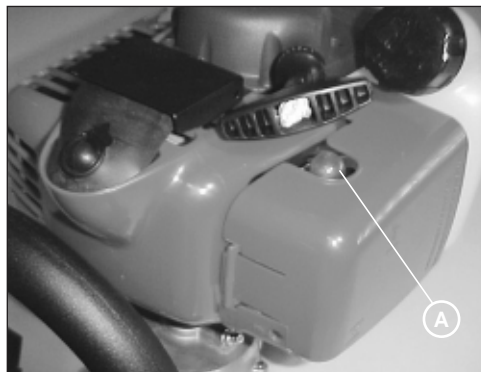

fig. 1
- 4-6 Mal die Kunststoffkugel drücken, damit der Kreislauf im dem Kraftstoffgemisch gefüllt wird (Bild 1).
Wenn der Motor schon warm ist, zum Starten nur den Anlassergriff ziehen, ohne zu drosseln. Bei Startschwierigkeiten einige Mal die Kugel A drücken (Bild 1).